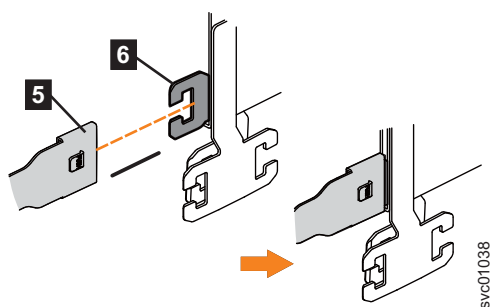

図 76. 右側のサポート・レールへの上部 CMA のサポート・レール・コネクタの取り付け
4. 図 76 に示すように、上部 CMA アセンブリーのサポート・レール・コネクタ (5) を、右側のサポート・レールのコネクタ・ベース (6) に取り付けます。